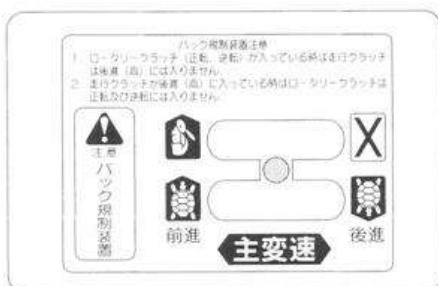

図6
- ② 主変速レバー（チェンジレバー）を【中立】位置にします。(図6)